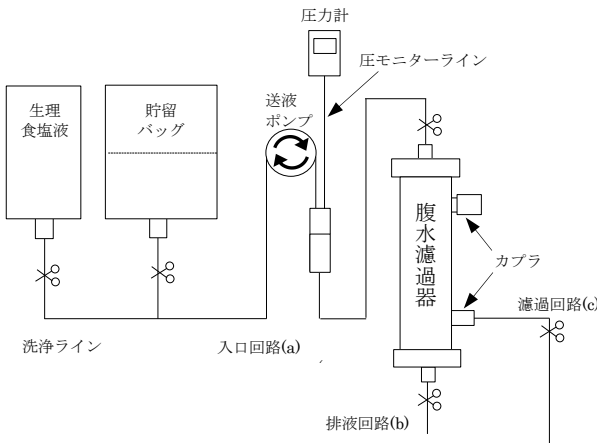

図 1 内圧濾過法(ポンプ式)の回路図
- 1) 本品をホルダーに取り付ける。(以降の手順に従い、図 1 の通り接続する)